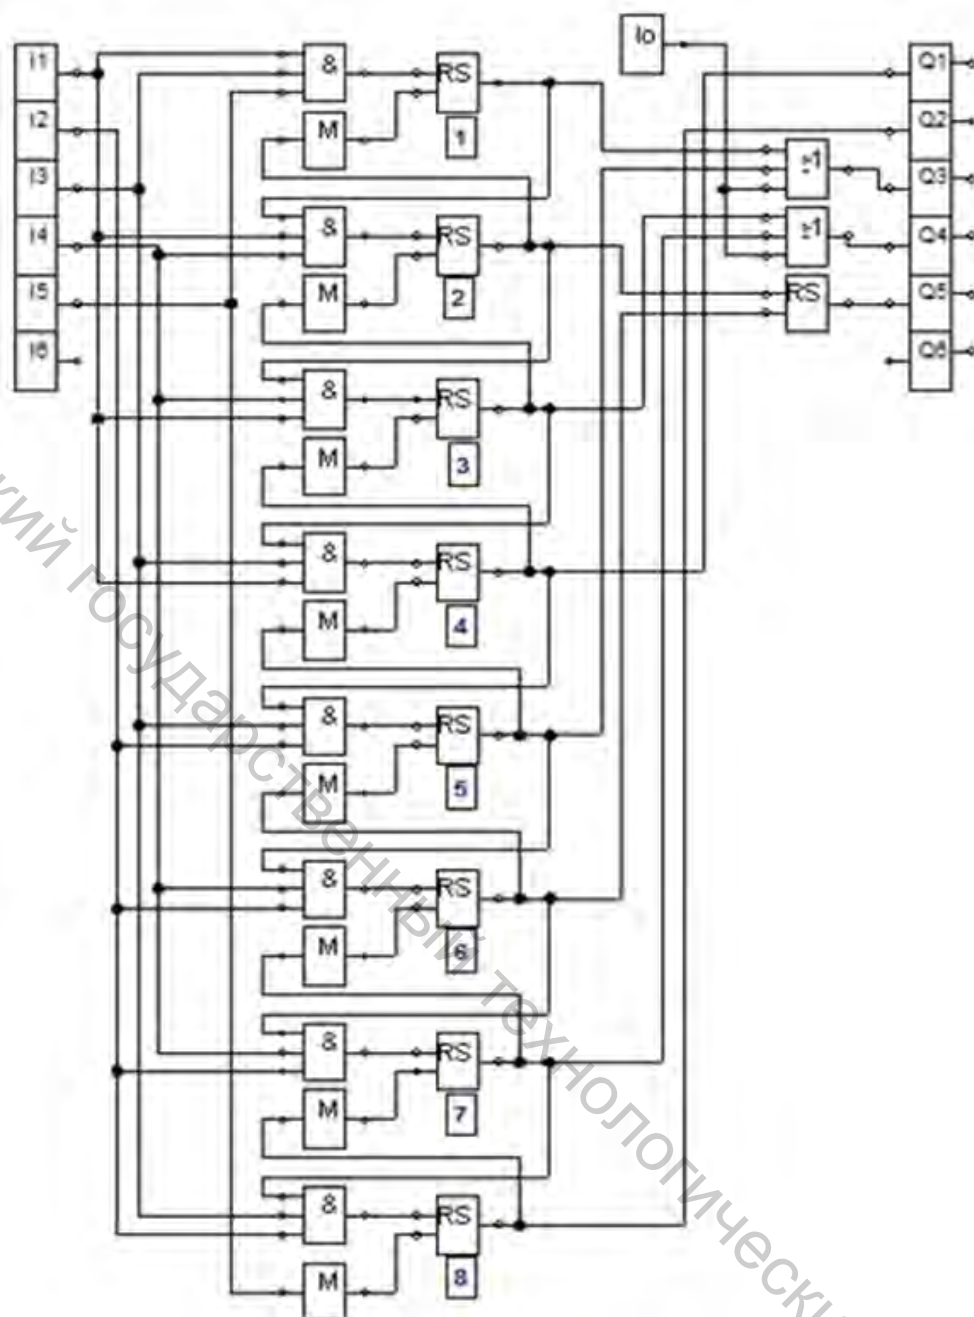

Рисунок 48 – Подпрограмма контроллера для станции манипулятора
1.3. Запись подпрограммы в контроллер. Соберите схему представленную на рис.48 для контроллера станции манипулятора.